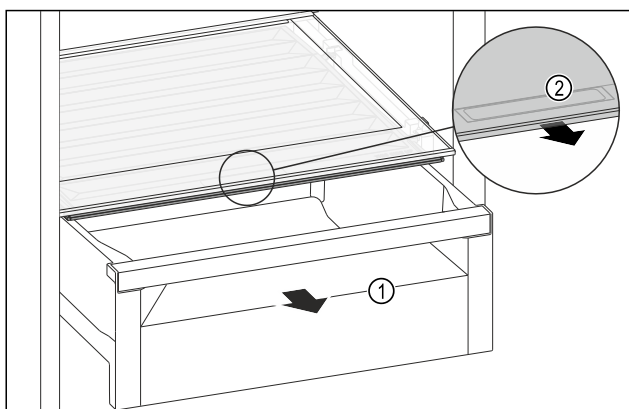

Fig. 110
- ▶ Træk skuffen Fig. 110 (1) ud.
- ▶ Tag fat i grebsforsænkningen Fig. 110 (2) i bokslåget, og træk samtidigt bokslåget frem.